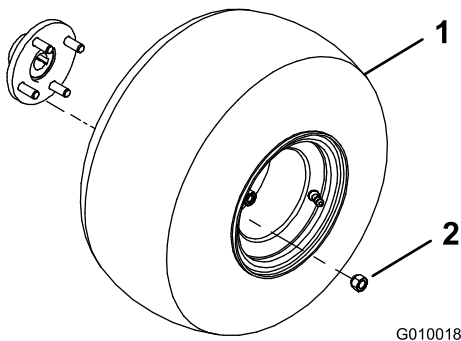

Рисунок 3
2. Установите колесо в сборе на каждую ступицу заднего колеса (Рисунок 3).
3. Установите зажимные гайки (Рисунок 3) и затяните с моментом 61-75 Н·м.